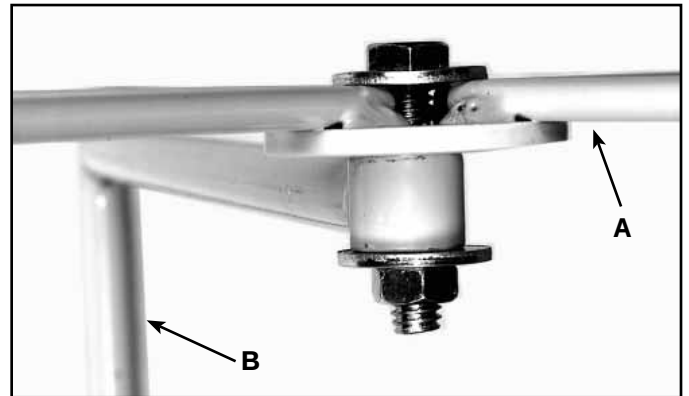
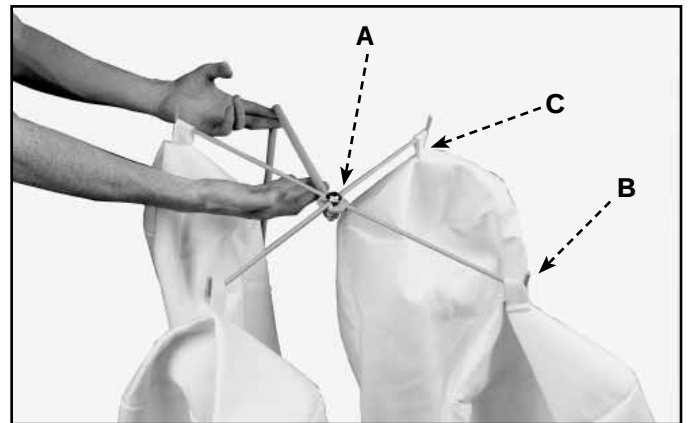

Fig. 12
Fig. 12A
2. Coloque una arandela plana pequeña de 8 mm (5/16") sobre un tornillo de cabeza hexagonal de 8 mm x 19,1 mm (5/16" x 1-1/2"). Inserte el tornillo a través del orificio del centro del conjunto para colgar la bolsa (A) Fig. 12 y Fig. 12A y a través del orificio en la varilla para colgar la bolsa superior (B) Fig. 12. Luego, coloque otra arandela plana grande de 8 mm (5/16") sobre el extremo del tornillo con una contratuerca del mismo tamaño. El conjunto se muestra completo en la Fig. 12. Ajústelo firmemente con una llave de 12 mm.
3. Cuelgue los lazos para bolsa (C) Fig. 12A alrededor de los ganchos sobre el conjunto para colgar bolsas (B), como se muestra en la Fig. 12A